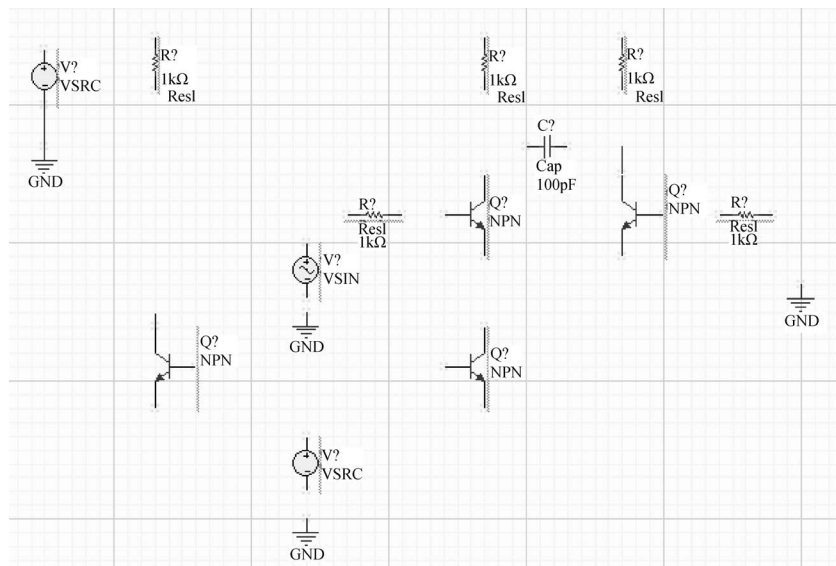

图 3-46 放置仿真元器件和信号源
- (1) 从 Miscellaneous Devices.IntLib 库中分别找到名称为 Res1 的电阻元器件、名称为 Cap 的电容元器件、名称为 NPN 的晶体管,并将其按照图 3-46 所示的位置进行放置。
- (2) 从 Simulation Sources.IntLib 库中找到名称为 VSRC 和 VSIN 的元器件,并按照图 3-46 所示的位置进行放置。
- (3) 单击 AD 软件主界面下工具栏内的  按钮,将 GND 按照图 3-46 所示的位置进行放置。